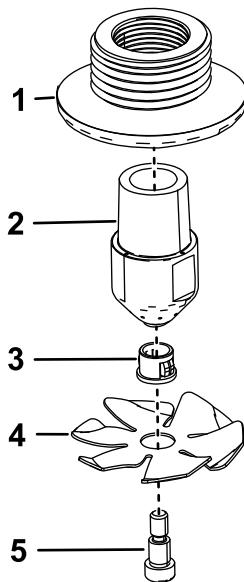

Figura 4
- Monte las 2 boquillas de enjuague según se muestra en Figura 4.